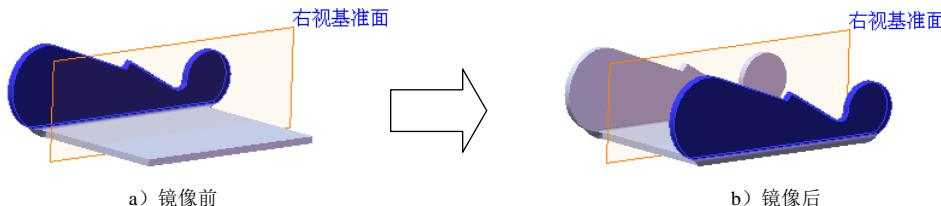

图 16.3.7 镜像 1
Step4. 创建图 16.3.7 所示的镜像 1。
- (1) 选择命令。选择下拉菜单 **插入(I)** → **阵列/镜向(E)** → **镜向(M)…** 命令。
- (2) 定义镜像基准面。选取右视基准面作为镜像基准面。
- (3) 定义镜像对象。选择边线法兰 1 作为镜像 1 的对象。